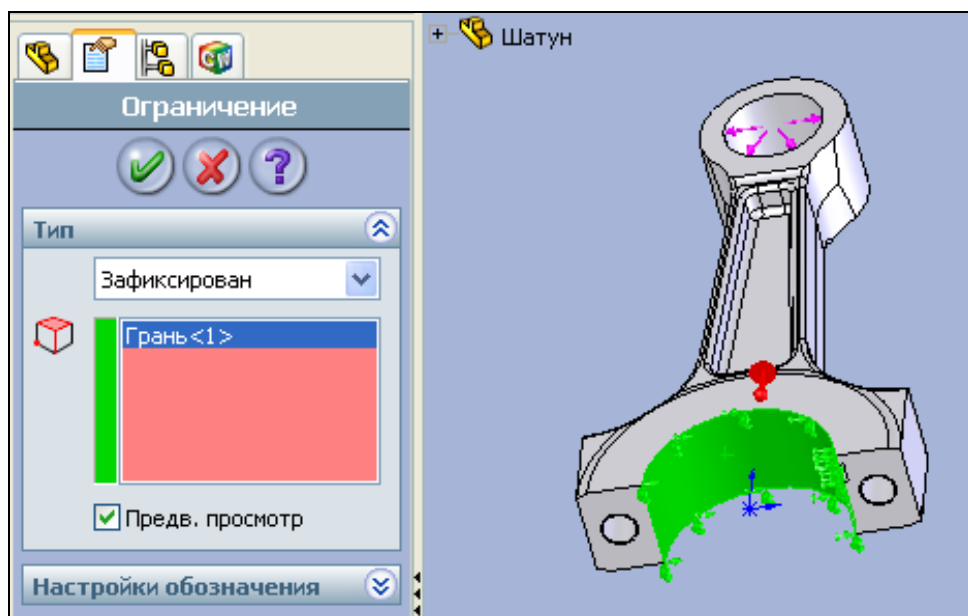

Рис. 6.6. Задание ограничения на шатун
6. Осталось задать силу, действующую от коленчатого вала на шатун. Но поскольку при рассмотрении детали вне связи с другими деталями сумма всех сил на эту деталь должна быть равна 0, то вместо задания силы от коленчатого вала можно просто закрепить места передачи усилия (граничное условие ограничения). Поэтому теперь перейдем к заданию ограничения. Зададим ограничения на шатун в месте соединения с шатунной шейкой коленчатого вала. Для этого перейдите в режим прочностного расчета и нажмите на кнопку  — **Ограничения** в панели инструментов **COSMOSWorks – Нагрузки** или пройдите путь в главном меню **COSMOSWorks | Нагрузки/Ограничение | Ограничения**. Откроется диалоговое окно **Ограничение**, показанное на рис. 6.6. Выберите мышью зону сопряжения шатуна с коленчатым валом для ограничения и нажмите кнопку  **ОК**.